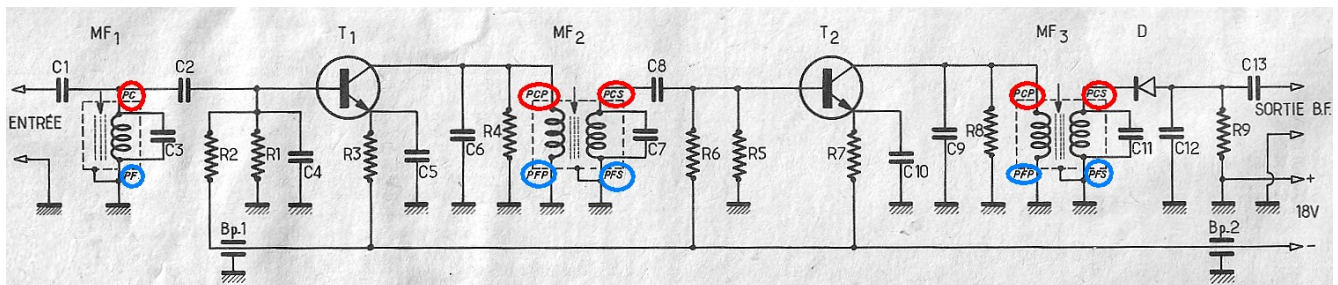
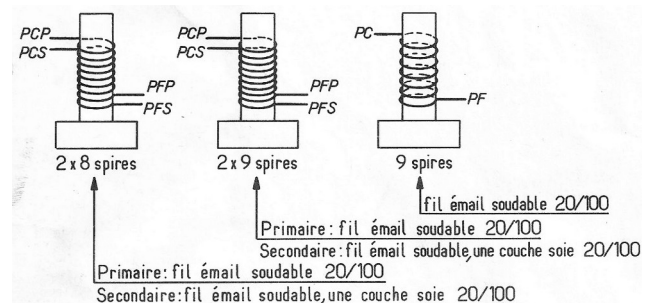

Fig.1
Fig.2
- Voici fig.1 un exemple d'informations des points chauds et froids
L'information concernant uniquement les points chauds et froids n'est pas suffisante pour la réalisation des bobinages et des raccordements. Si par un heureux hasard le schéma de la fig.1 est accompagné du schéma fig.2 et que ces schémas sont accompagnés dans le texte des informations concernant les caractéristiques des supports et des noyaux en matériau ferromagnétique, nous avons l'ensemble des informations pratiques. Que demander de plus !